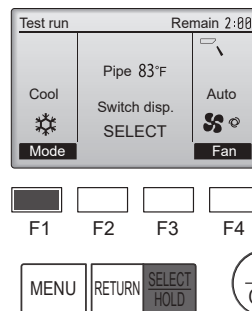

Fig. 6-5
- ① Pulse el botón [F1] para recorrer los modos de funcionamiento, siguiendo el orden de "Cool" (Frío) y "Heat" (Calor). (Fig. 6-5)